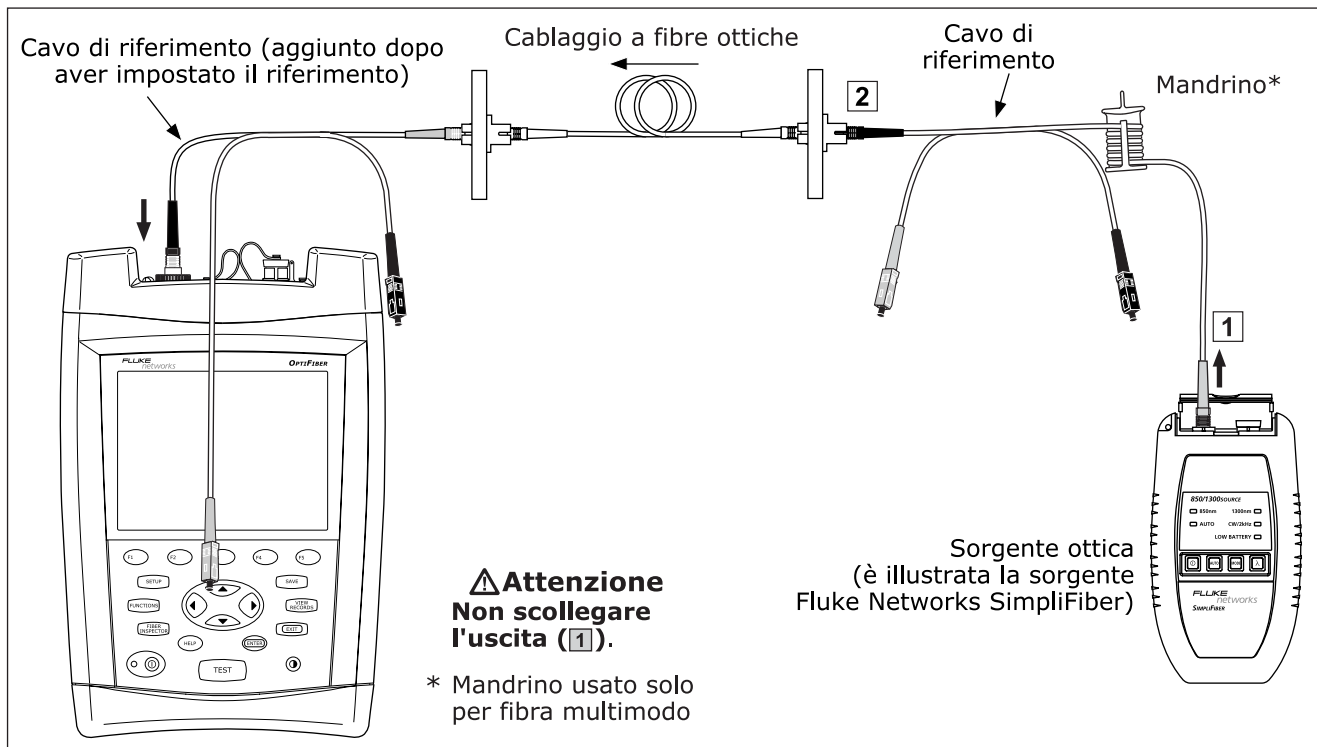

Figura 32. Connessioni per il test in modalità Sorgente Far-End
- 10 Pulire i connettori del cablaggio su cui si eseguirà il test; poi collegare i cavi di riferimento e il cavo di collegamento corto al cablaggio, come illustrato nella figura 32.